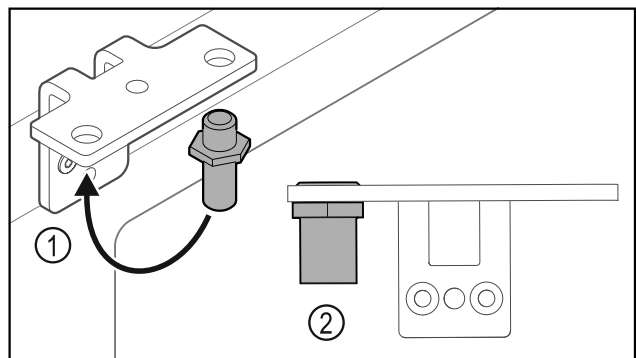

Fig. 32
- Přesaďte čep Fig. 32 (1) v úhelníku závěsu.
- Utáhněte čep Fig. 32 (2) **utahovacím momentem 12 Nm**.